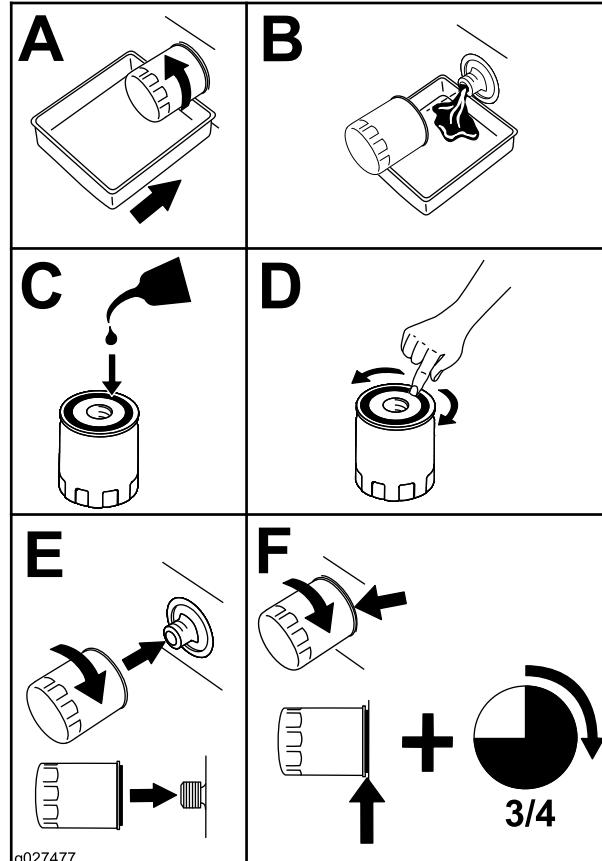

Figura 57
2. Substitua o filtro do óleo do motor (Figura 57).